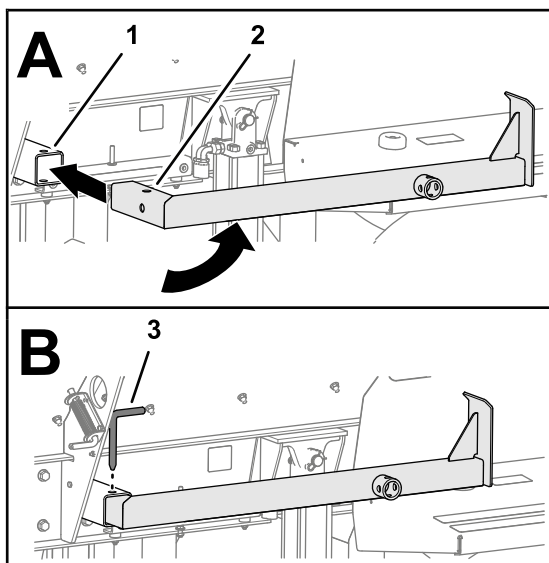

Bild 26
5. Schwenken Sie den hinteren Achsständer in die horizontale Stellung und stecken Sie ihn in das Ständerrohr (Bild 26).
6. Richten Sie die Löcher im Achsständer und -rohr aus und sichern Sie den Achsständer mit dem Stift des Achsständers (Bild 26).